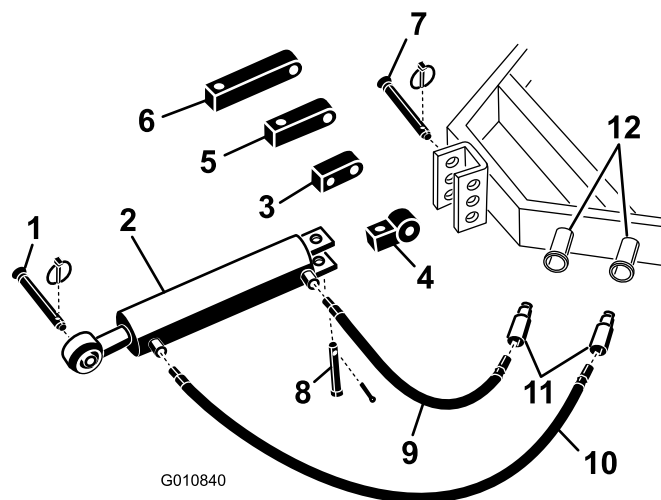

Рисунок 5
1. Прикрепите конец соединительного звена гидравлической верхней тяги к трактору с помощью пальцев, поставляемых с трактором (Рисунок 5). Расположите гидравлическую верхнюю тягу так, чтобы конец штока был обращен к аэратору. Каналы гидроцилиндра должны быть направлены в сторону вспомогательных гидравлических каналов трактора.
- A. Снимите шпильку и палец, которые крепят стандартное соединительное звено к гидроцилиндру (Рисунок 5). Снимите с гидроцилиндра соединительное звено.
- B. Установите на гидроцилиндр поворотный блок с помощью ранее снятых пальцев (Рисунок 5).
2. Подсоедините гидравлический шланг длиной 106 см (3-1/2 фута) к каналу гидравлической верхней тяги, расположенному ближе к аэратору Рисунок 5. Для предотвращения утечек наложите на резьбу шланга тефлоновую ленту или герметик для трубной резьбы.
3. Подсоедините гидравлический шланг длиной 76 см (2-1/2 фута) к каналу гидравлической верхней тяги, расположенному ближе к трактору Рисунок 5. Для предотвращения утечек наложите на резьбу шланга тефлоновую ленту или герметик для трубной резьбы.
Если гидроцилиндр не доходит до монтажного кронштейна аэратора, используйте для подсоединения гидроцилиндра к трактору удлинительный блок вместо стандартного монтажного блока (Рисунок 5).
- А. Снимите шплинт и палец, которые крепят стандартное соединительное звено к гидроцилиндру (Рисунок 5). Снимите с гидроцилиндра соединительное звено.
- В. Установите на гидроцилиндр удлинительный блок с помощью ранее снятых пальцев (Рисунок 5).